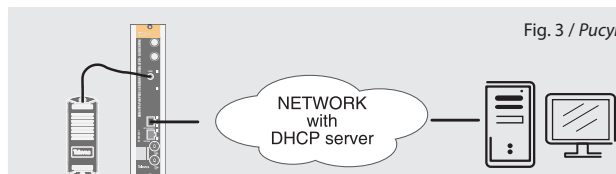
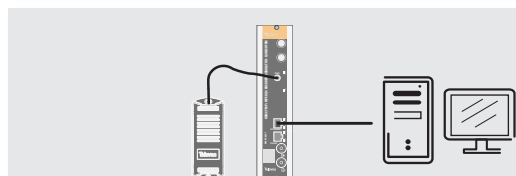

Fig. 3 / Рисунок 3
Fig. 4 / Рисунок 4
3. Si un réseau ethernet avec adressage IP en DHCP est disponible, raccordez l'encodeur à ce réseau comme en figure 3. Si un tel réseau n'est pas disponible, un ordinateur doit être raccordé au produit comme en figure 4.